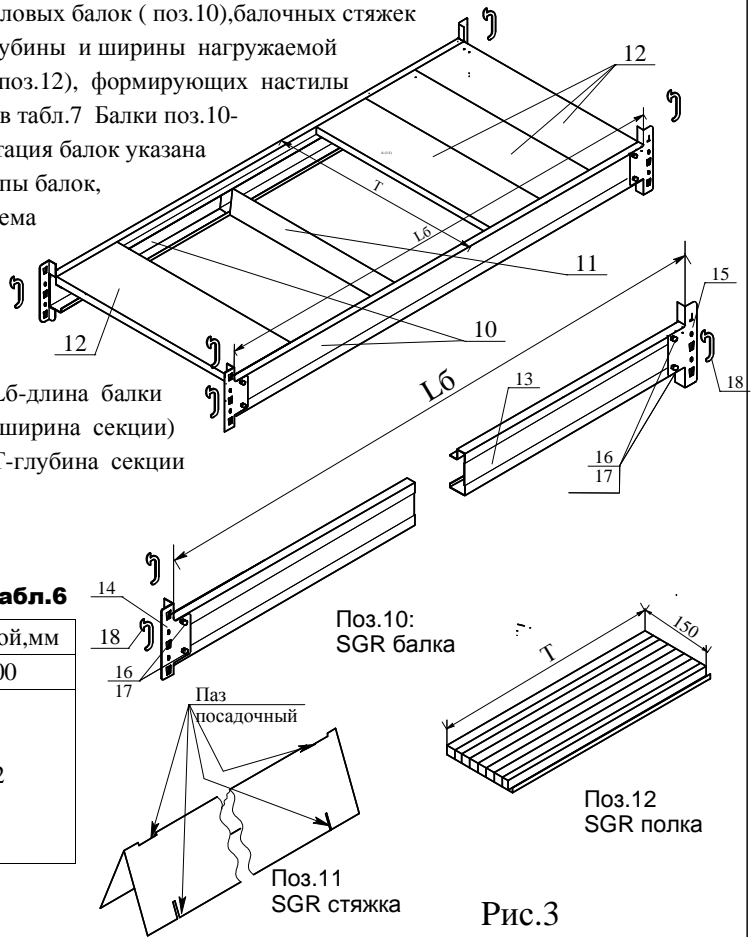

Рис.3
2.4.2 Комплектация ярусов хранения (Рис. 3)
4.3.3 Установка стяжек (рис.3, дет.поз.11) балок ярусных